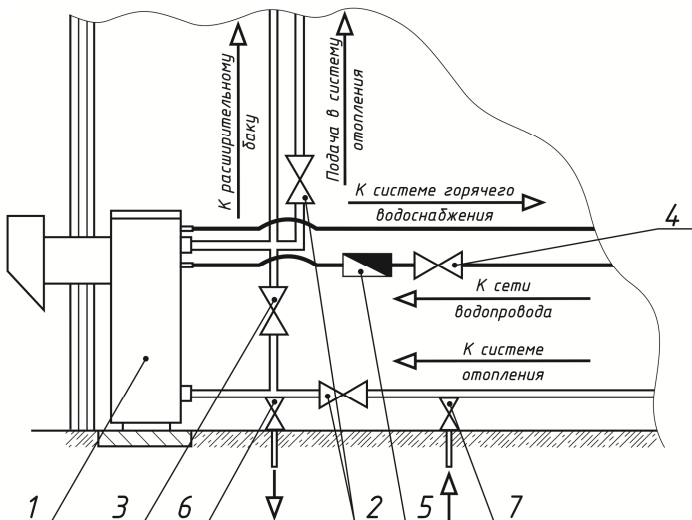

Рисунок 5.2. Схема подключения котла к системе отопления с естественной циркуляцией и к системе водоснабжения
- на время использования котла для нагрева воды рекомендуется закрывать большой контур отопления и использовать малый контур отопления (рисунок 5.2.);